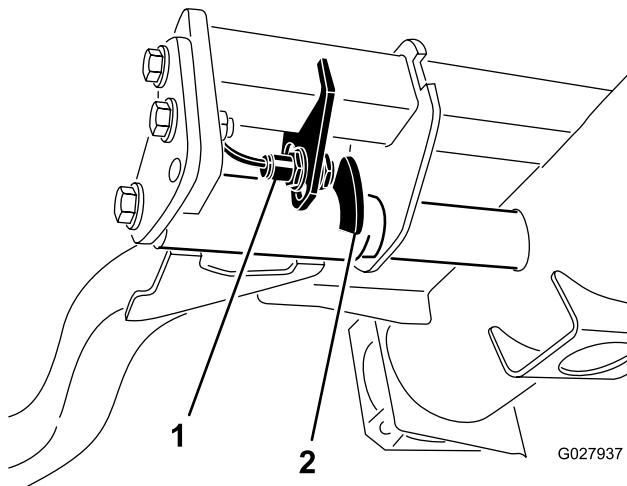

Figura 34
2. L'interruttore del braccio di sollevamento è situato sotto il serbatoio idraulico, dietro il braccio di sollevamento anteriore destro (Figura 34).
3. Allentate le viti di attacco dell'interruttore (Figura 34) e abbassate l'interruttore per aumentare l'altezza d'inversione del braccio di sollevamento, o alzate l'interruttore per ridurla. Serrate le viti di fissaggio.